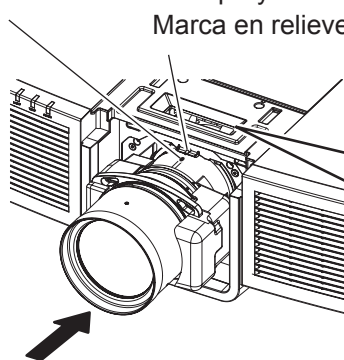

Figura 4
4) Alinee la marca de la lente de proyección (roja) con la marca en relieve del proyector, e inserte la lente de proyección hasta el final. (Figura 4)
3) Mientras sujeta la lente de proyección, presione la palanca de bloqueo de la lente y tire de ella hacia el lado Unlock. (Figura 4)